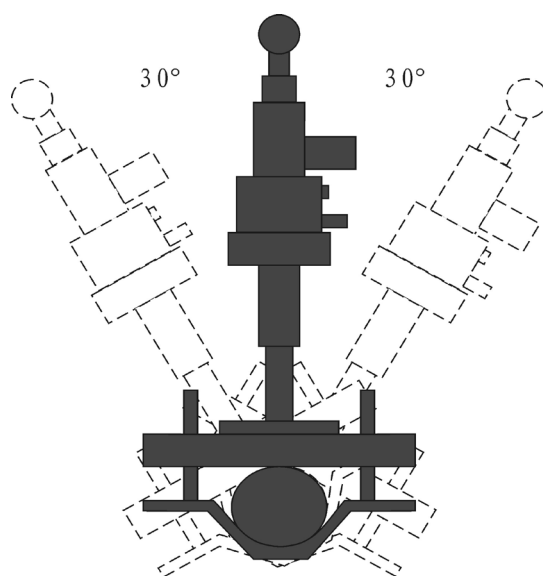

图 2
- 4) 一般刺扎电缆应选择三个不同的位置刺扎，各点最好相距 30 度角；使用双枪刺扎时，两把枪固定位置应偏转 30 度—40 度角（图 2）；